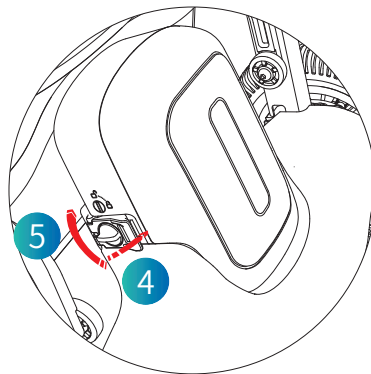

Abbildung 4.6.2.3
(3) Schritt 3: Schließen Sie den linken Batterieverschluss manuell, und drehen Sie dann den linken Knopf des Batteriebausatzes in die Verriegelungsposition. (Siehe Abbildung 4.6.2.3)